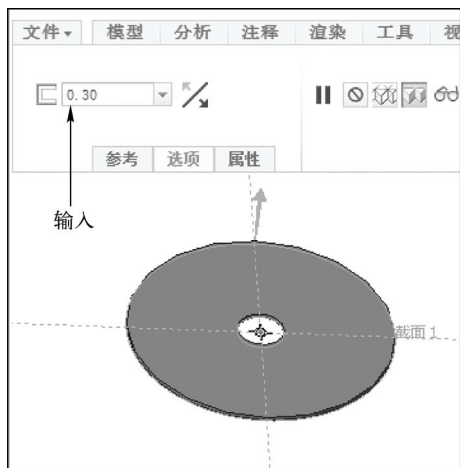

图 13-7 设置参数
STEP 07 单击“关闭”面板中的“确定”按钮 , 完成截面绘制并退出草绘环境。在“输入厚度值”文本框中输入“0.30”, 按〈Enter〉键确认, 如图 13-7 所示。